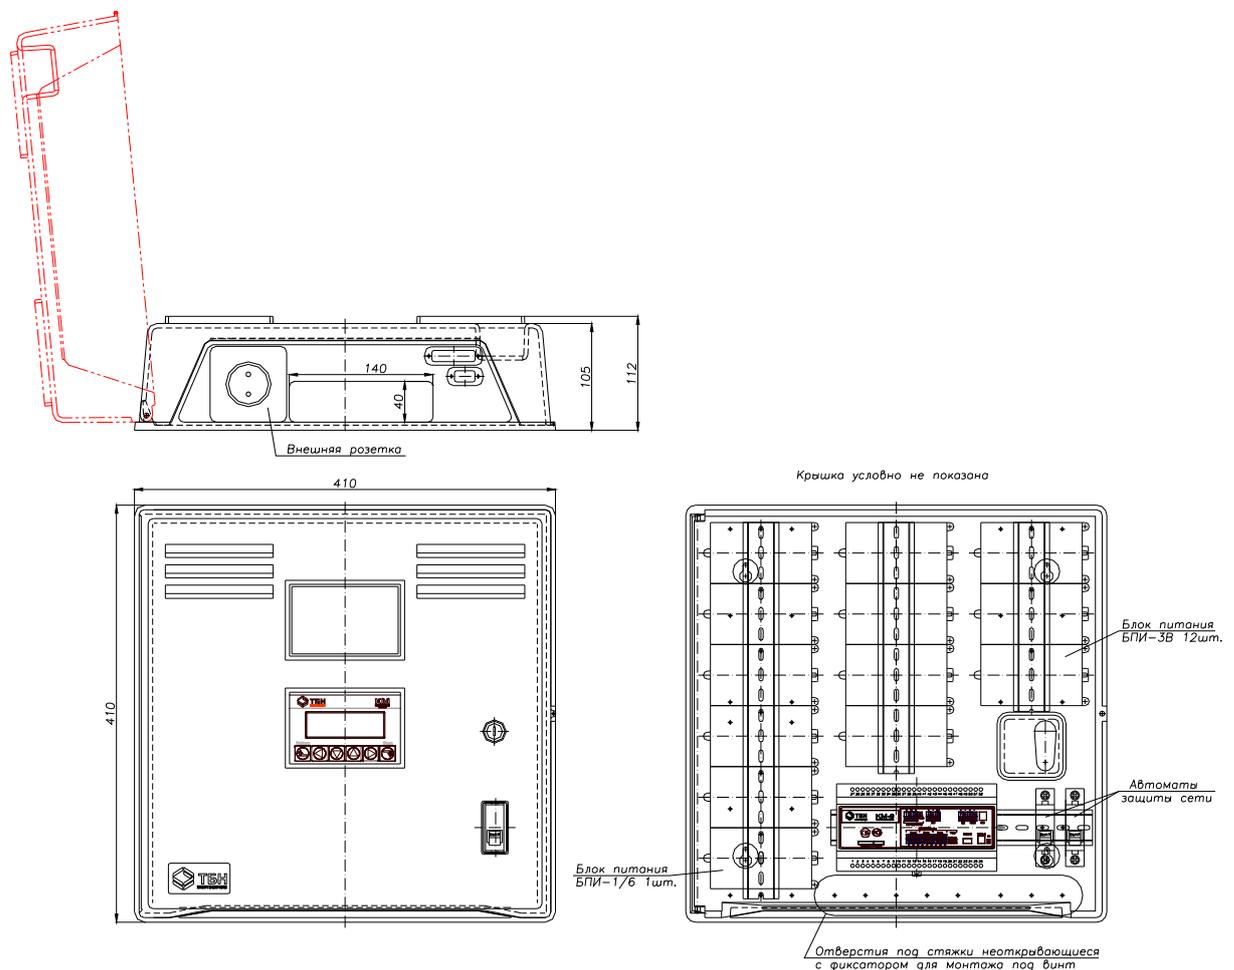

Рисунок 23 — Габаритный чертеж щита монтажного КМ-9
- ◆ щит крепится винтами М4 (4шт) либо шурупами 4x40 (рисунок 23);